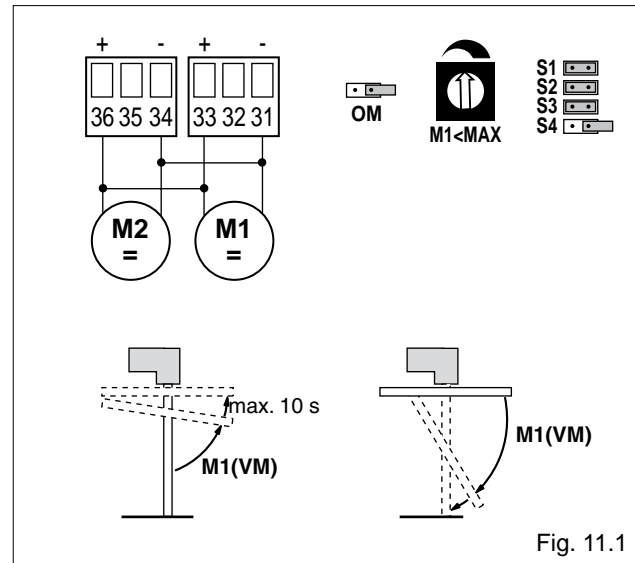

Fig. 11.1
- (Fig. 11.1) **Utilisation sans fin de course**